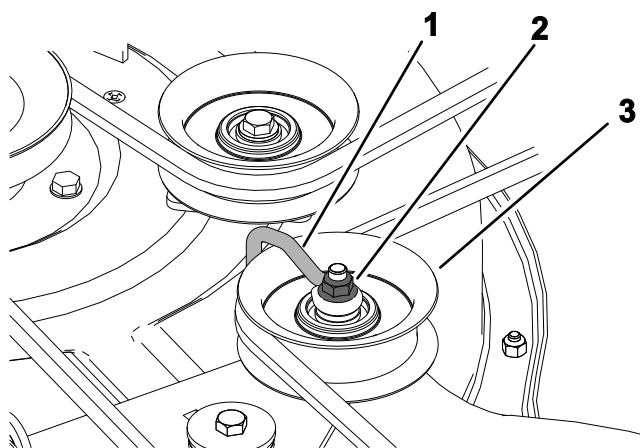

Figure 55
1. Couvercle 2. Vis (3)
6. Desserrez l'écrou qui fixe le fil métallique à la poulie de tension (Figure 55).
Remarque: Placez le fil métallique contre le bras de la poulie de tension, comme montré à la Figure 55.